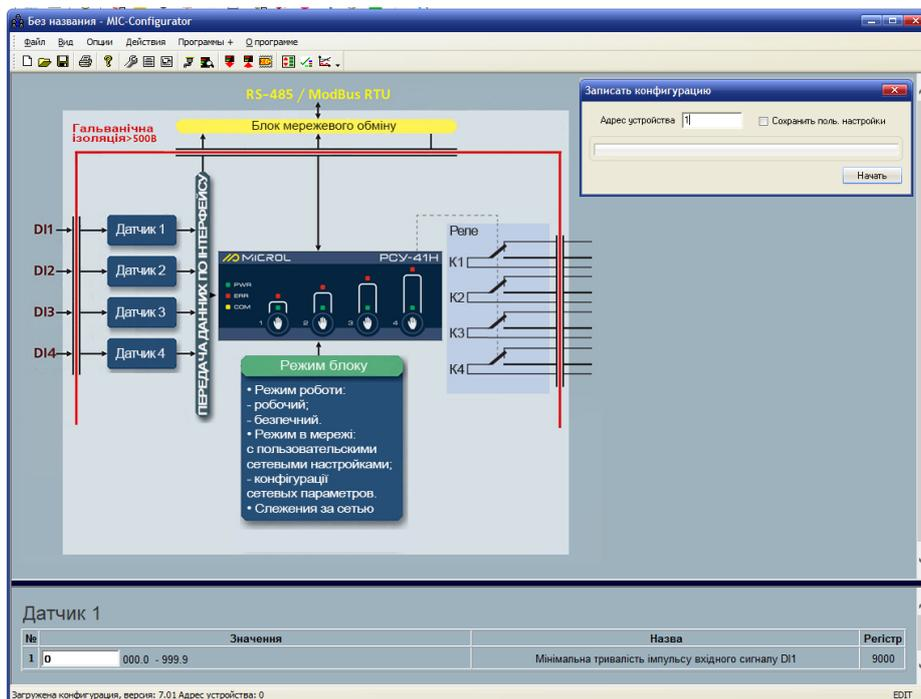

Рисунок 4.4 - Редагування конфігурації
4.4.5.2 У вікні редагування параметрів натиснути кнопку "Блок мережевого обміну" (див. рис. 4.4).